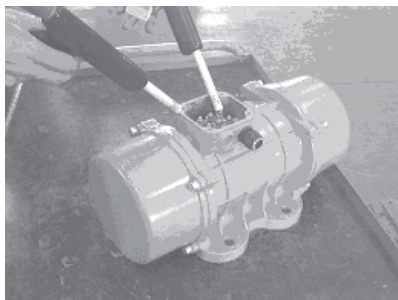

Fig. 1
- Also check the motor isolation, using a "Rigidity Test", at a voltage of approx. 2 kV for a maximum time of 5 seconds between phases and 10 seconds between phase and earth. (fig.1)
- Außerdem die Isolierung des Motors prüfen, indem man einen „Durchschlagfestigkeitstester“ benutzt, und zwar bei der Spannung von ca. 2 kV für eine Zeit von nicht mehr als 5 Sekunden zwischen den Phasen und von 10 Sekunden zwischen Phase und Masse (Abb. 1).
- Contrôler aussi l'isolation du moteur, en utilisant un « Essai Rigidité », à la tension de 2 KV environ pendant une durée qui ne dépasse pas 5 secondes entre les phases et 10 secondes entre la phase et la masse. (fig.1)
- Controllare inoltre l'isolamento del motore, utilizzando un "Prova Rigidità", alla tensione di circa 2 KV per un tempo non superiore ai 5 secondi tra fase e fase e 10 secondi tra fase e massa. (fig.1)